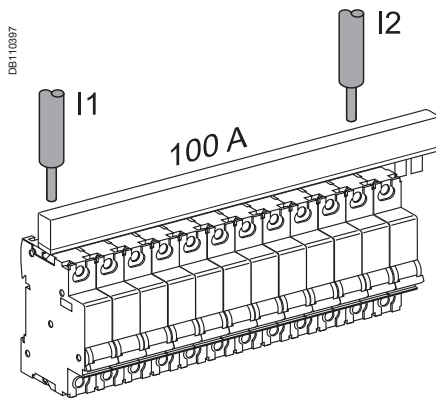

Fig. 2
- 100 A alimentación doble (ver fig. 2).